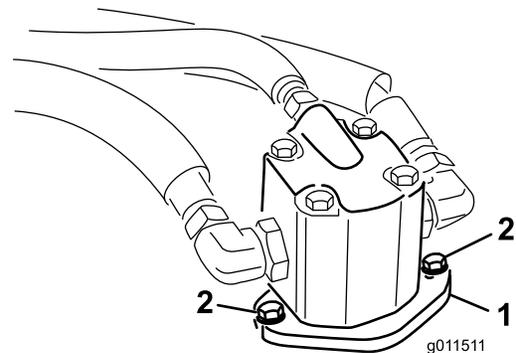

Bild 78
4. Entfernen Sie die Schrauben, mit denen der Hydraulikmotor am Mähwerk befestigt ist (Bild 78).